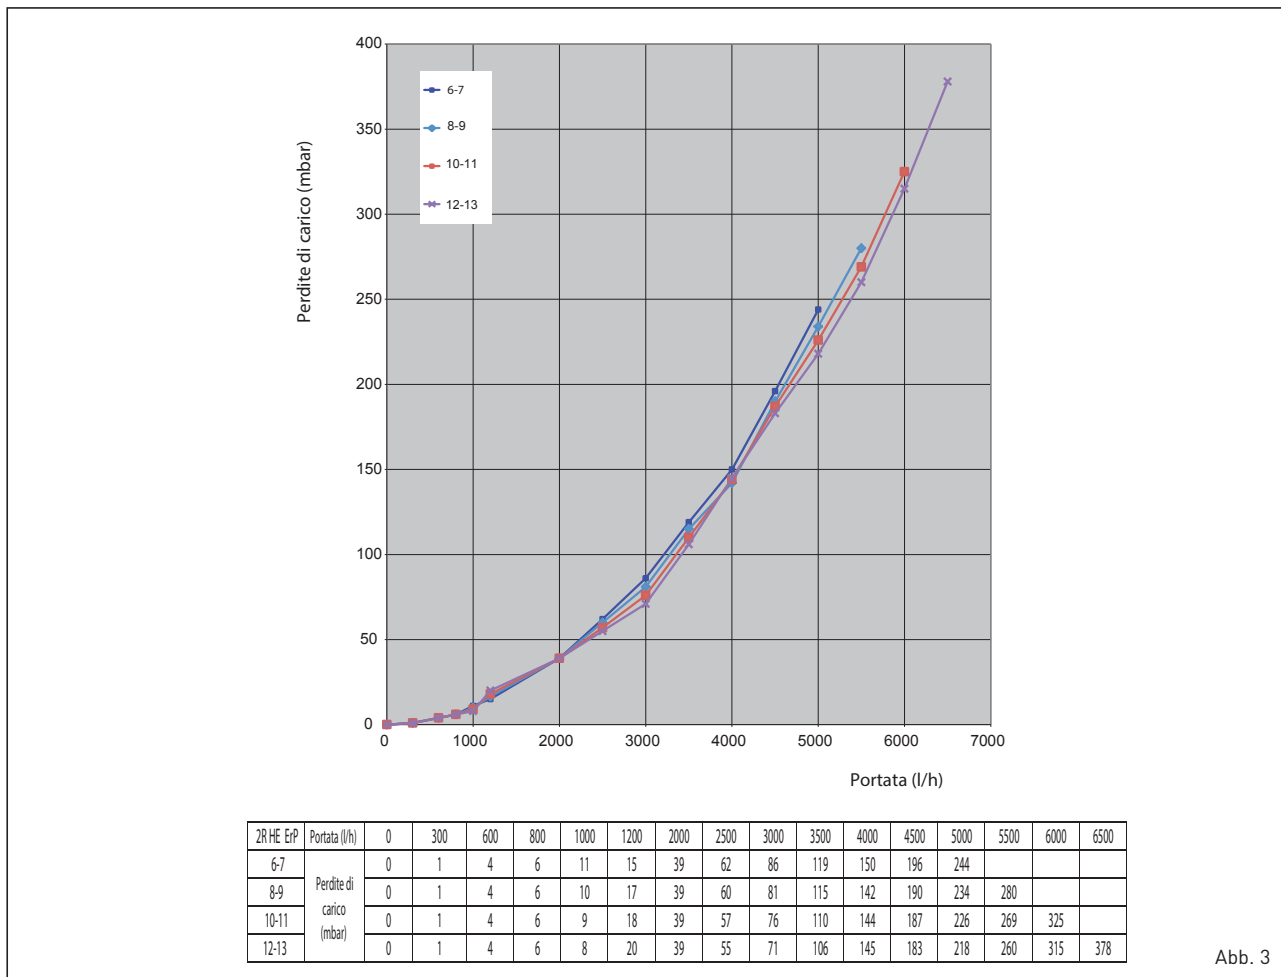

Abb. 3
1.4 VERLUST DER KESSELLAST (Abb. 3)